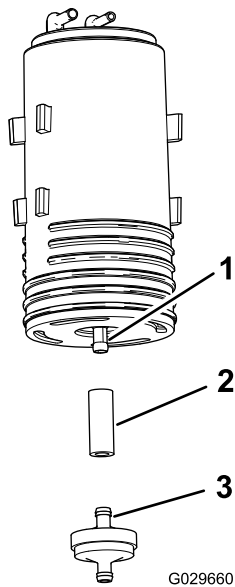

**Figura 44**
- Ridicai recipientul din carbon de pe suportul recipientului din carbon din rezervorul de combustibil (Figura 44).
7. Introduceți noul recipient din carbon în suportul acestuia din rezervorul de combustibil cu fittingurile de purjare și ale rezervorului de combustibil aliniate spre spate (Figura 44).